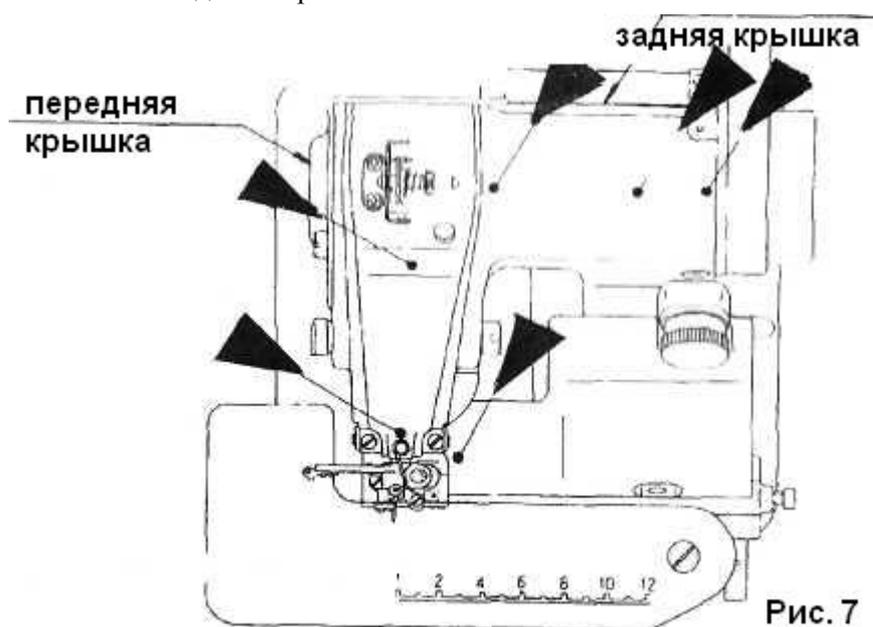

Рис. 7
2. Смазка (рис. 7)
Использование смазочного масла очень полезно для продления срока службы машины и во избежание осложнений в ее работе. Поэтому после установки машины (в соответствии с описанием в п.1), следует капнуть немного масла в каждое отверстие, как показано на рис. 7. Также следует открыть боковую и заднюю крышки машины и для надежности работы капнуть масло на внутренние подвижные части.